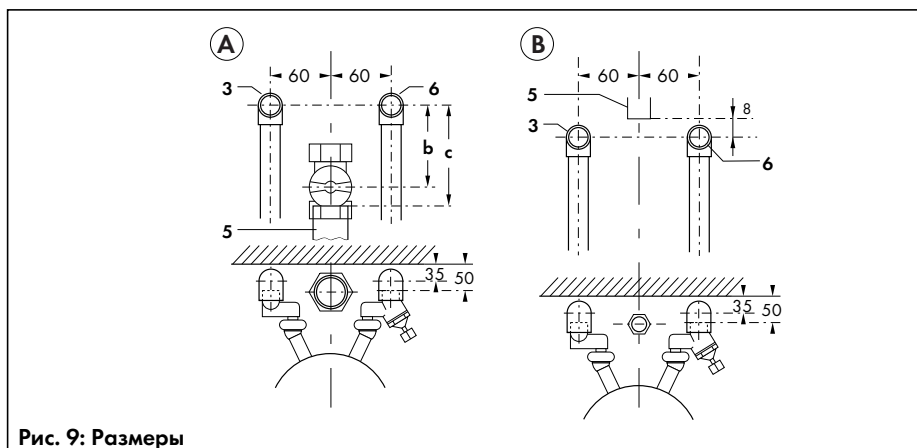

Рис. 9: Размеры
На рис. 9 показаны расположение и размеры подключений для открытой прокладки трубопроводов и монтажа газового крана под аппаратом на природном газе (A) или на сжиженном газе (B).
- После определения места установки аппарата перед его монтажом следует проложить газопровод и трубопроводы холодной и горячей воды к точкам подсоединения аппарата или к соответствующей подсоединительной арматуре, как показано на рис. 9.